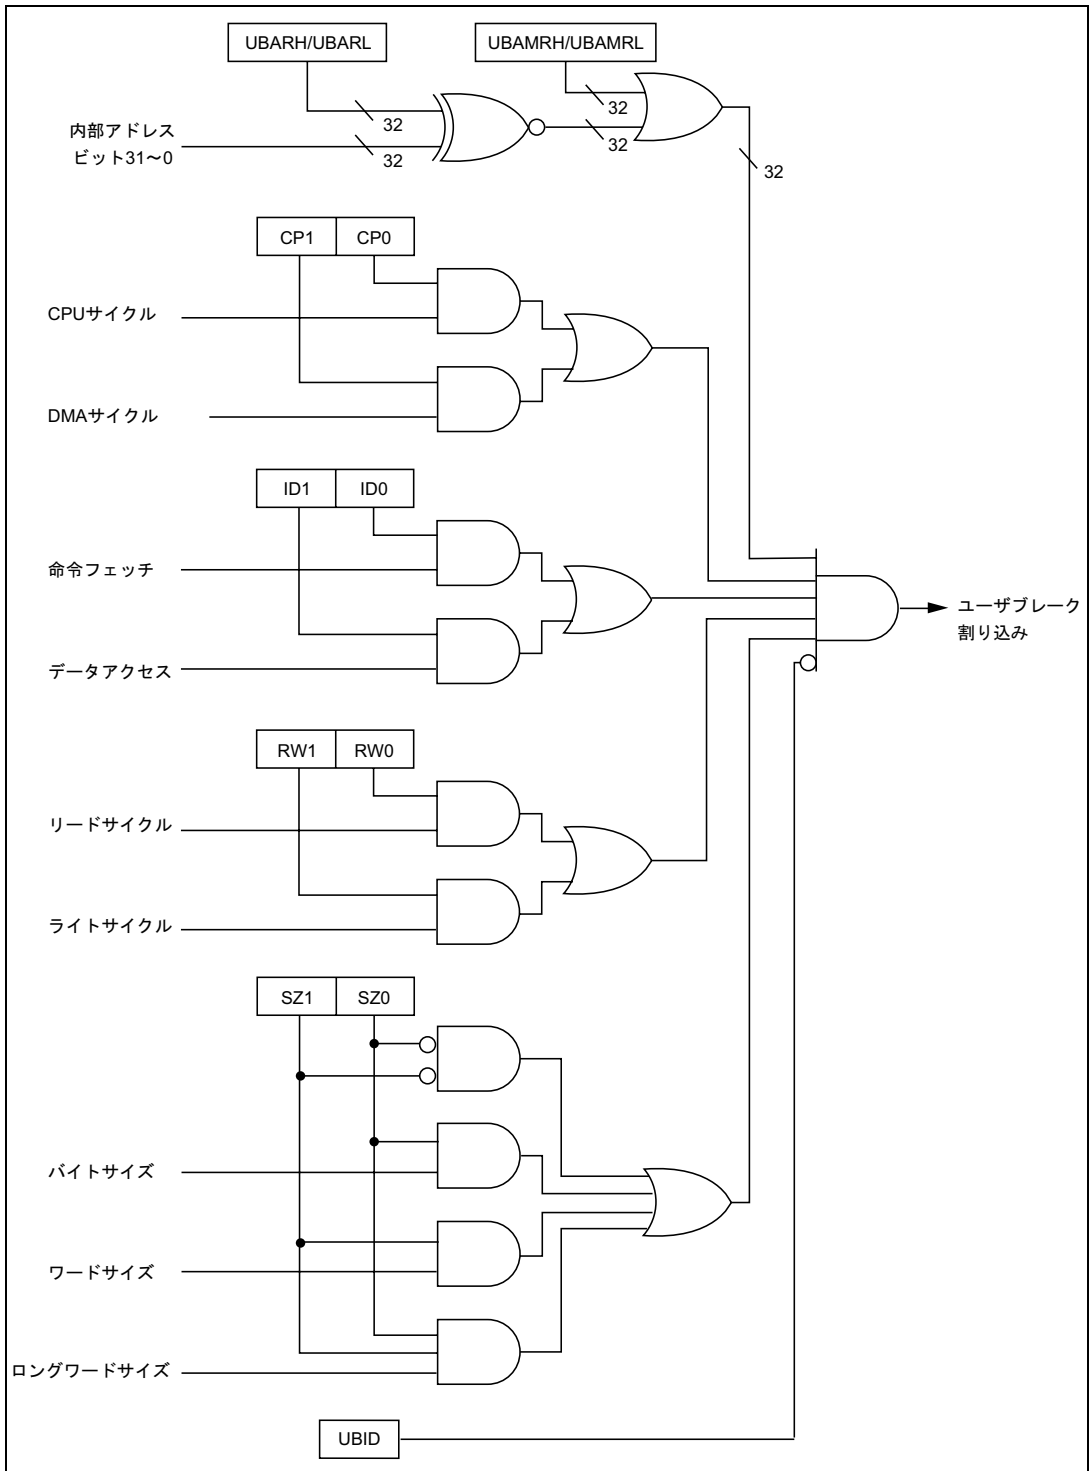

図 8.2 ブレイク条件判定方式
- (1) ブレイク条件のうち、ユーザブレイクアドレスをユーザブレイクアドレスレジスタ (UBAR)、アドレスの中のマスクしたいビットをユーザブレイクアドレスマスクレジスタ (UBAMR)、ブレイクするバスサイクルの種類をユーザブレイクバスサイクルレジスタ (UBBR) に設定してください。UBBRのCPUサイクル/DMAサイクルセレクトビット (CPI、CPO)、命令フェッチ/データアクセスセレクトビット (ID1、ID0)、リード/ライトセレクトビット (RW1、RW0) のいずれか1組でも00 (ユーザブレイク割り込みは発生させない) にセットされると、他の条件が一致してもユーザブレイク割り込みは発生しません。ユーザブレイク割り込みを使用したいときは、必ずこれら3組のビットすべてに条件を設定してください。
- (2) UBCは、設定した条件が成立したかどうかを図8.2に示す方式で判定します。ブレイク条件が成立すると、UBCは割り込みコントローラ (INTC) に、ユーザブレイク割り込み要求信号を送ります。同時に条件一致信号をUBCTRG端子にCKS1,0ビットで設定されたパルス幅で出力します。
- (3) ユーザブレイク割り込み要求信号を受け取ると、INTCは優先順位の判定を行います。ユーザブレイク割り込みは優先レベル15なので、ステータスレジスタ (SR) の割り込みマスクビット (I3~I0) がレベル14以下のとき、受け付けられます。I3~I0ビットがレベル15のとき、ユーザブレイク割り込みは受け付けられませんが、受け付けられるようになるまで保留されます。したがって、NMI例外処理では、I3~I0ビットはレベル15になりますので、NMI例外サービスルーチン中はユーザブレイク割り込みは受け付けられません。ただし、NMI例外サービスルーチンの先頭でI3~I0ビットをレベル14以下に変更すれば、それ以後ユーザブレイク割り込みが受け付けられるようになります。優先順位判定については、「第7章 割り込みコントローラ (INTC)」を参照してください。
- (4) INTCは、ユーザブレイク割り込みの要求信号をCPUに送ります。これを受け取ると、CPUはユーザブレイク割り込み例外処理を開始します。割り込み例外処理については、「7.4 動作説明」を参照してください。